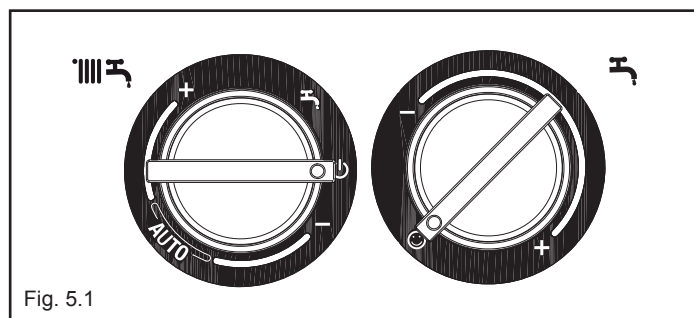

Fig. 5.1
- Portare il selettore di funzione su  per spegnere la caldaia (fig. 5.1)
nella posizione  (fig. 5.1)